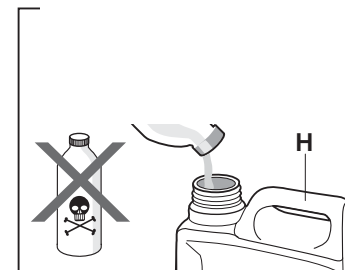

Fig. 5
- Encher o galão (H) com detergente sem espuma **(Fig. 5)**.